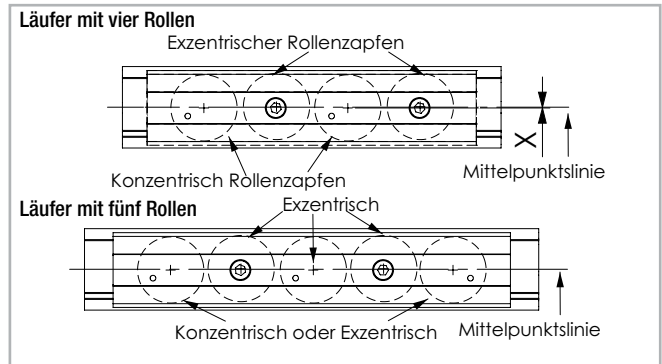

Abb. 156
- Bei der Verwendung von exzentrischen und konzentrischen Rollenzapfen entsteht ein Mittenversatz (siehe hierzu Tab. 76). Um den Mittenversatz zu vermeiden, können bei der Verwendung von mehr als drei Rollenzapfen auch nur exzentrische Rollenzapfen verwendet werden (siehe hierzu Abb. 156, Fünf Roller).